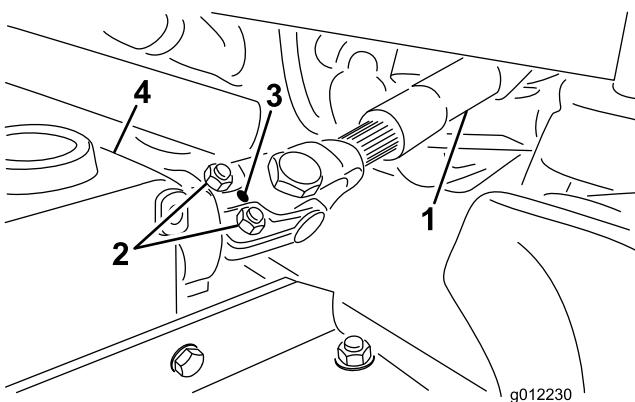

Figura 5
1. Deslize o veio macho da tomada de força ao veio fêmea da tomada de força (Figura 5). Alinhe os furos de montagem no veio de entrada da caixa de
2. Prenda com um pino de segurança (Figura 5).
3. Aperte os parafusos e as porcas (Figura 5).